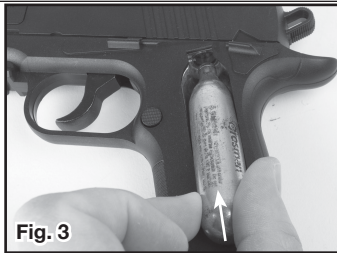

Fig. 3
6. Inserte un nuevo cartucho de CO₂ en la pistola de aire suave con el cuello pequeño del cartucho apuntando hacia el conjunto perforador (Fig. 3).